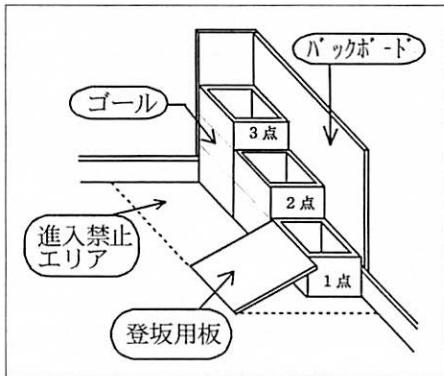

図2 カラーボールバスケット
**カラーボールバスケット：**120秒以内にリング中央におかれた30個のカラーボールを拾ってゴール（長方形の箱）に入れる。箱は、1段（1点）、2段（2点）、3段（3点）の高さの違う3種類をゴールとして使用する（図2）。全てのゴールにボールが入った場合、総得点が2倍となる。なお、4個だけゴールドのボールがあり、高さに関係なく1個につき5点としてカウントする。